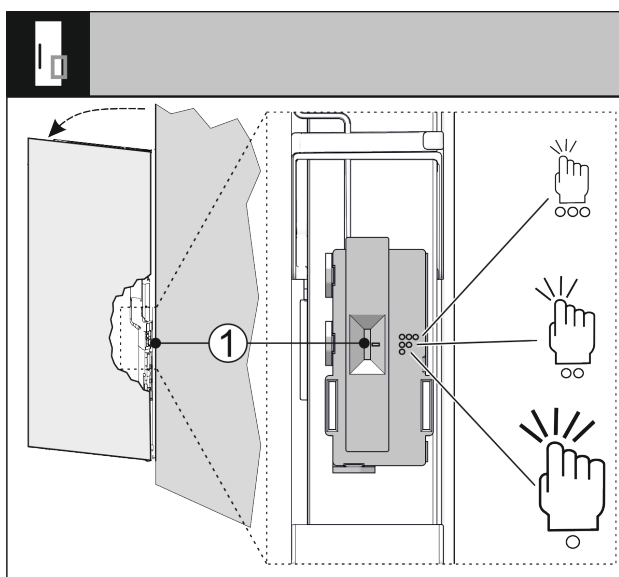

Fig. 71
Czułość czujnika pukania można ustawić przy pomocy przetącnika Fig. 71 (1). Przetącnik znajduje się po stronie zawiasów, w dolnej trzeciej części drzwi.
- ▶ Przetącnik Fig. 71 (1) ustawić w wybranej pozycji przetączania.